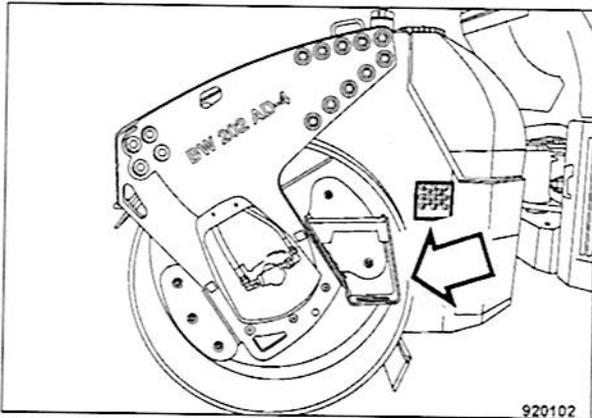

Fig. 115
- Hacer uso de las ayudas de subida (Fig. 115).